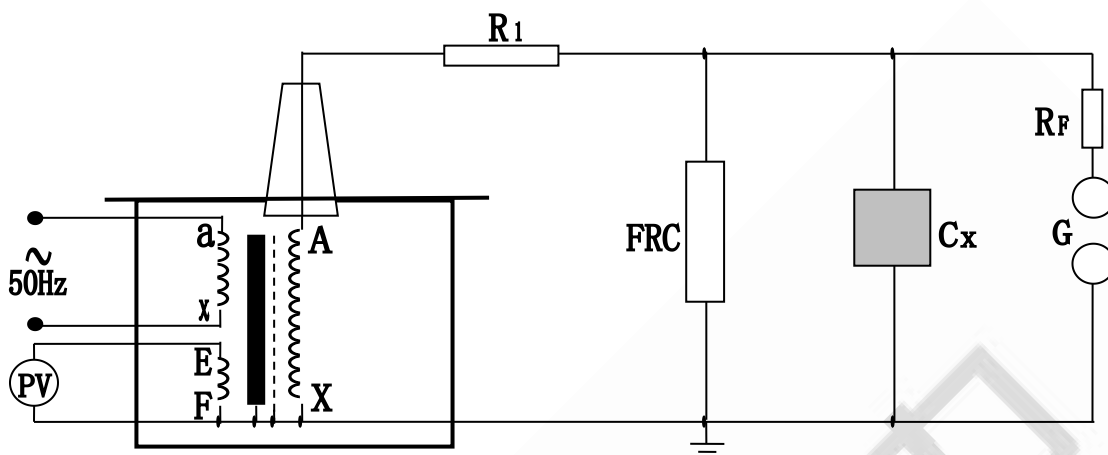

图 6：被试品工频耐压试验接线图
1、YDCZ 工频耐压试验装置做被试品的工频耐压试验使用接线原理图见图 6。
在工频耐压试验中，低电压侧测量电压(仪表电压)不是非常准确的，其原因是由于工频耐压试验装置存在着漏抗，在这个漏抗上必然存在着压降或容升，使试品上的电压低于或高于低压侧测量电压表上反映出来的电压。工频耐压试验时，被试品上的电压高于工频耐压试验装置的输出电压，也就是所谓容升现象。感应耐压试验时，工频耐压试验装置的漏抗必然存在着压降。为了准确测量被试品上所施加的电压，因此常在高压侧接入 FRC 阻容分压器来测量电压(见图 6)。